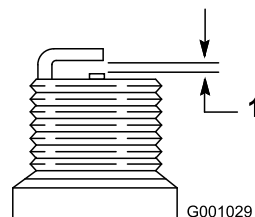

Рисунок 46
4. На новой свече установите зазор между электродами 0,76 мм, как показано на **Рисунок 46**.